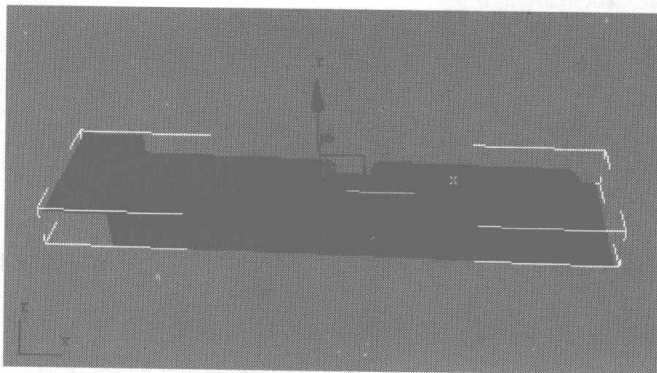

图 6.441
- 55** 切换为面编辑，选择如图 6.441 所示的所有面，在 Polygon Properties 卷展栏中单击 **Clear All** 按钮，取消所有的光滑效果。